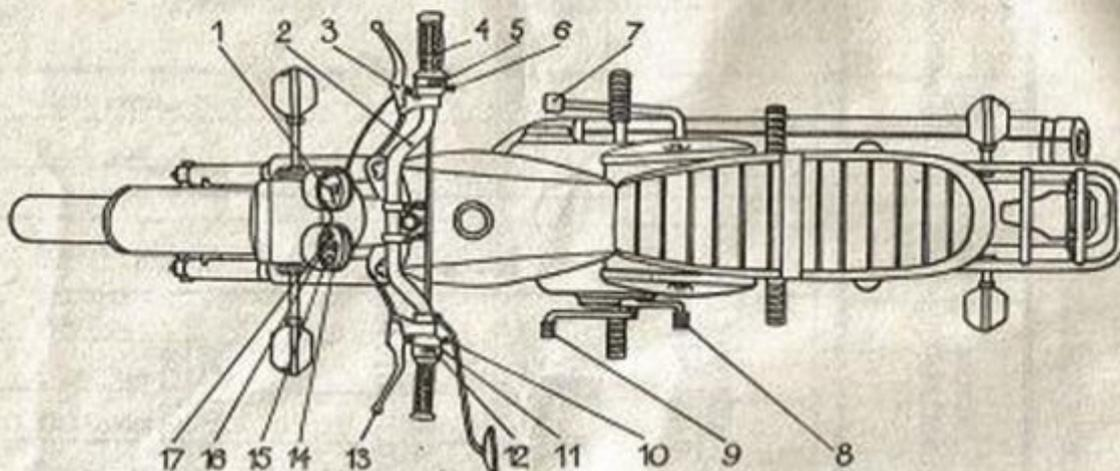

Рис. 2. Органы управления мотоцикла:
4.1. Органы управления мотоцикла (рис. 2)